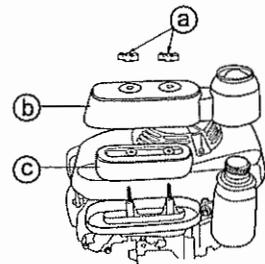

Fig. 30
9.5 Purificateur d'air (Voir Fig. 30)